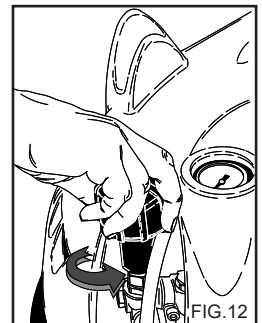

FIG.12
Dette kapitlet gjelder kun de modellene som er utstyrt med utstyr for "trykkregulering". Trykkregulatoren, fig. 12, gjør at brukeren kan regulere arbeidstrykket. Når knapp C vis moturs (B) (minimum), reduseres driftstrykket.